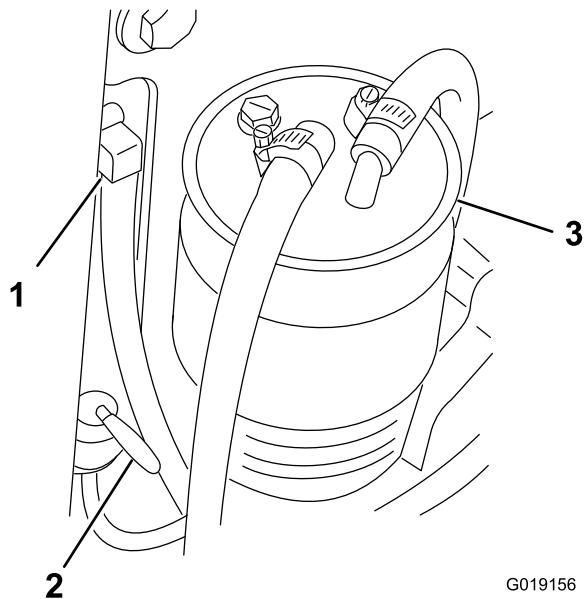

Figura 64
3. Gire la palanca de la válvula de cierre de combustible a la posición de Cerrado (Figura 64).
2. Localice la válvula de cierre de combustible en la esquina inferior derecha del depósito de combustible (Figura 64).
10. Gire la palanca de la válvula de combustible a la posición de Abierto (Figura 64).